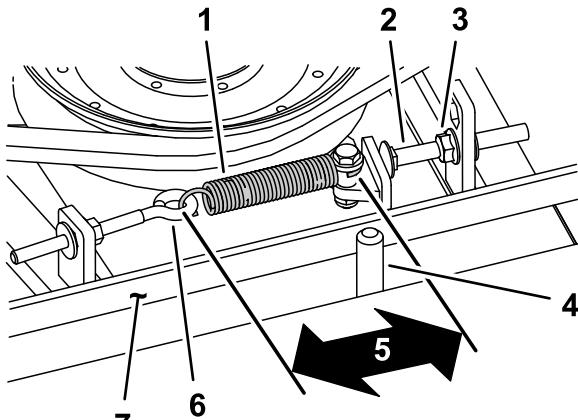

Bild 76
Bei richtiger Spannung sollte die Messung innen an der Verlängerungsfeder (Haken zu Haken) ungefähr 8,3 cm \pm 9,5 cm betragen. Wenn die Federspannung richtig ist, stellen Sie die Anschlagschraube (Schlossschraube) ein, bis der Abstand zwischen dem Schraubenkopf und dem Spannarm ungefähr 2-5 mm beträgt (Bild 76).
Hinweis: Achten Sie darauf, dass der Riemen auf der Federseite der Riemenführung positioniert ist (Bild 76).
2. Lösen Sie den Augenbolzen, um die Verlängerungsfeder abzunehmen (Bild 76).
3. Lösen Sie die Bundmutter, mit der die Anschlagschraube an der Befestigungsnase befestigt ist, und schieben Sie die Spannscheibe vom Riemen weg, um die Riemenspannung zu lösen (Bild 76).
9. Setzen Sie die Verlängerungsfeder (Bild 76) wieder in den Augenbolzen ein und spannen Sie den Riemen wie folgt: